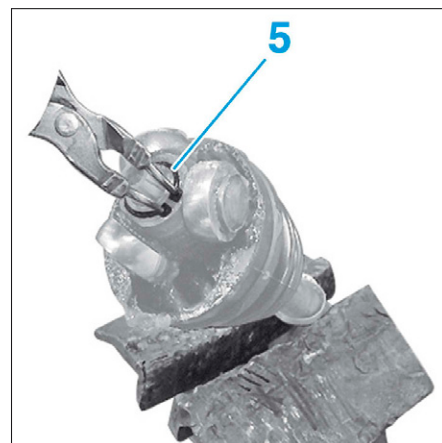

FIG. 13
- Déposer le circlip (5) (Fig.13).
- le circlips (5) (Fig.13).